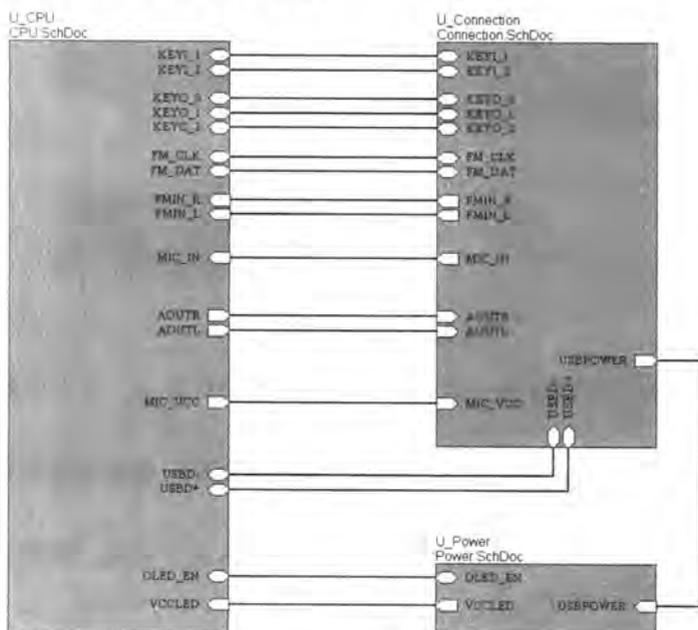

图 4-54 顶层原理图
- [8] 单击【Wiring】工具栏中的绘制导线图标, 将对应的图纸入口进行连接, 完成顶层原理图的绘制, 如图 4-54 所示。